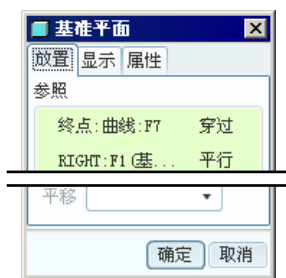

图 6.7.16 “基准平面”对话框
(1) 单击“创建基准平面”按钮 , 系统弹出图 6.7.16 所示的“基准平面”对话框。